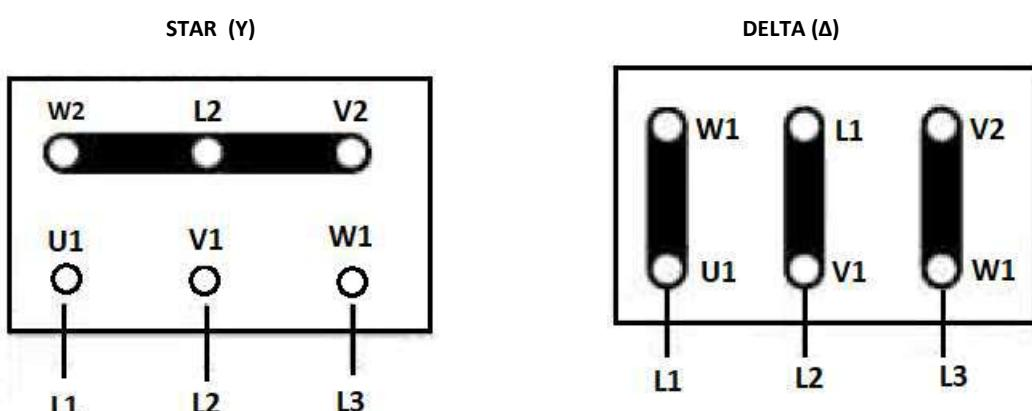

Рисунок 1
**!** Двигатели должны быть снабжены трехфазным напряжением или, если это требуется заказчику, монофазным напряжением. Тип подключения трехфазных двигателей может быть Звезда ( $Y$ ) или Дельта ( $\Delta$ ) в соответствии с источником питания 380 или 220 В переменного тока (см. рисунок 1).